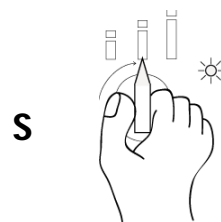

Fig.30
- 4- Gire el selector en la posición "S" y elige uno de los ciclos disponibles. (Fig. 30)